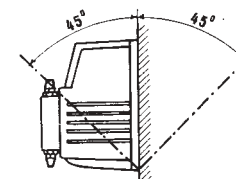

Fig. 11
- Installare la pompa dosatrice in posizione verticale più o meno 45 gradi (fig. 11) fissandola al muro, o altro
- Install the pump in position that does not deviate from the vertical by more than 45° (fig. 11), fixing it either to a wall or some other vertical support with the help of screws passing through the 4.5 mm dia. holes provided along the outer rim of the pump body.*
- Installer la pompe doseuse en position verticale, plus ou moins 45 degrés (fig.11), en la fixant au mur, ou sur un autre support vertical, au moyen de vis à introduire dans des trous de 4,5 mm situés sur le bord extérieur de la pompe.
- d. Die Pumpe in einer Position installieren, die von der Vertikalen nicht um mehr als 45° abweicht (Abbildung 11); dabei die Pumpe entweder an der Wand oder einer sonstigen vertikalen Halterung anbringen und mit 4 Schrauben durch die Bohrung Ø 5 mm am äußeren Rand des Pumpengehäuses
- d. Instalar la bomba dosificadora en posición vertical, a más o menos 45 grados (fig. 11), fijándola al muro, o a otro apoyo vertical, mediante tornillos que se introducirán en los agujeros de 4,5 mm ubicados en los bordes de la bomba.